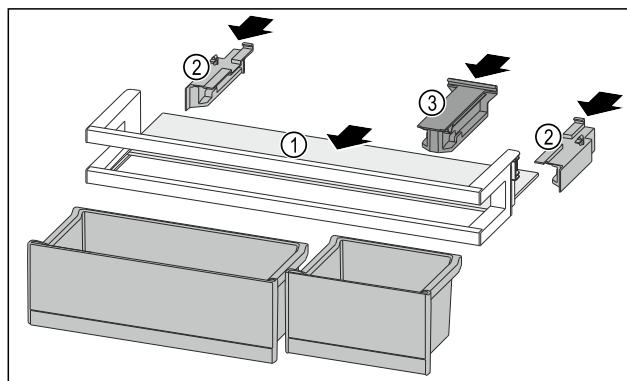

Fig. 201
- ▶ Odkládací plochu Fig. 201 (1) zasuňte do bočních vybrání.
- ▶ Boční díly Fig. 201 (2) vložte.
- ▶ Držák Fig. 201 (3) vložte.